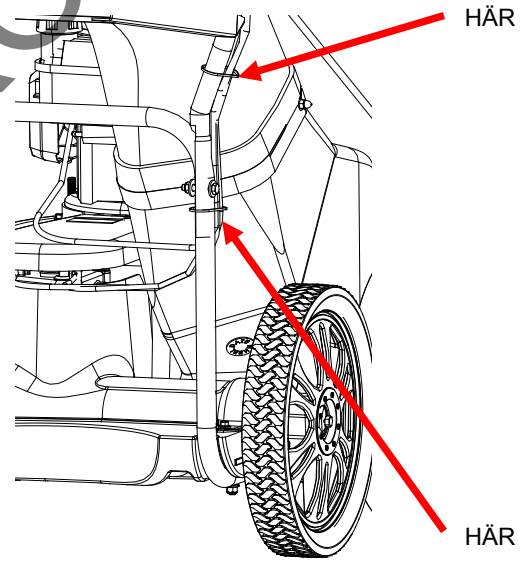

Fig. 6
9. Installera buntbanden. (Se Fig. 6 nästa sida)